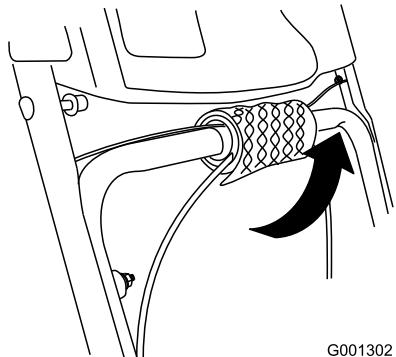

Figure 5
- Déroulez les extrémités des câbles de la partie inférieure du guidon (Figure 5).